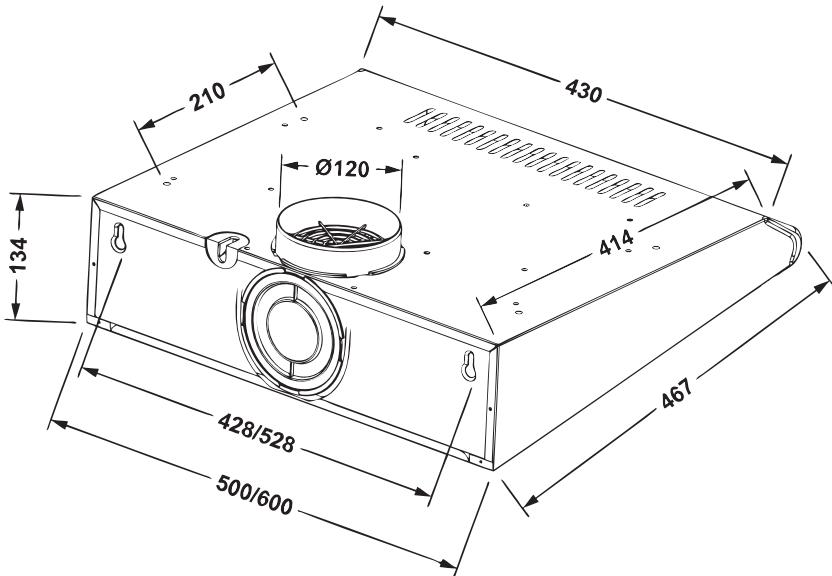

Рис. 3
«Vizor» Ø 3мм. (рис.3).
- для витяжки «Vizor» - 2 або 4 шурупами ПКГ 4 x 12 з шайбами 4, які вкручуються зсередини витяжки в отвори, розташовані на верхній площині корпуса (рис.3).
В режимі рециркуляції (рис.3) витяжка не підключається до вентиляційної шахти кухні та повітря проходить через встановлені у витяжці фільтри: перфорована решітка з жиропоглинаючим елементом і вугільний запаховловлюючий фільтр (купуються окремо) і повертається назад в кухню через вентиляційні пази С.